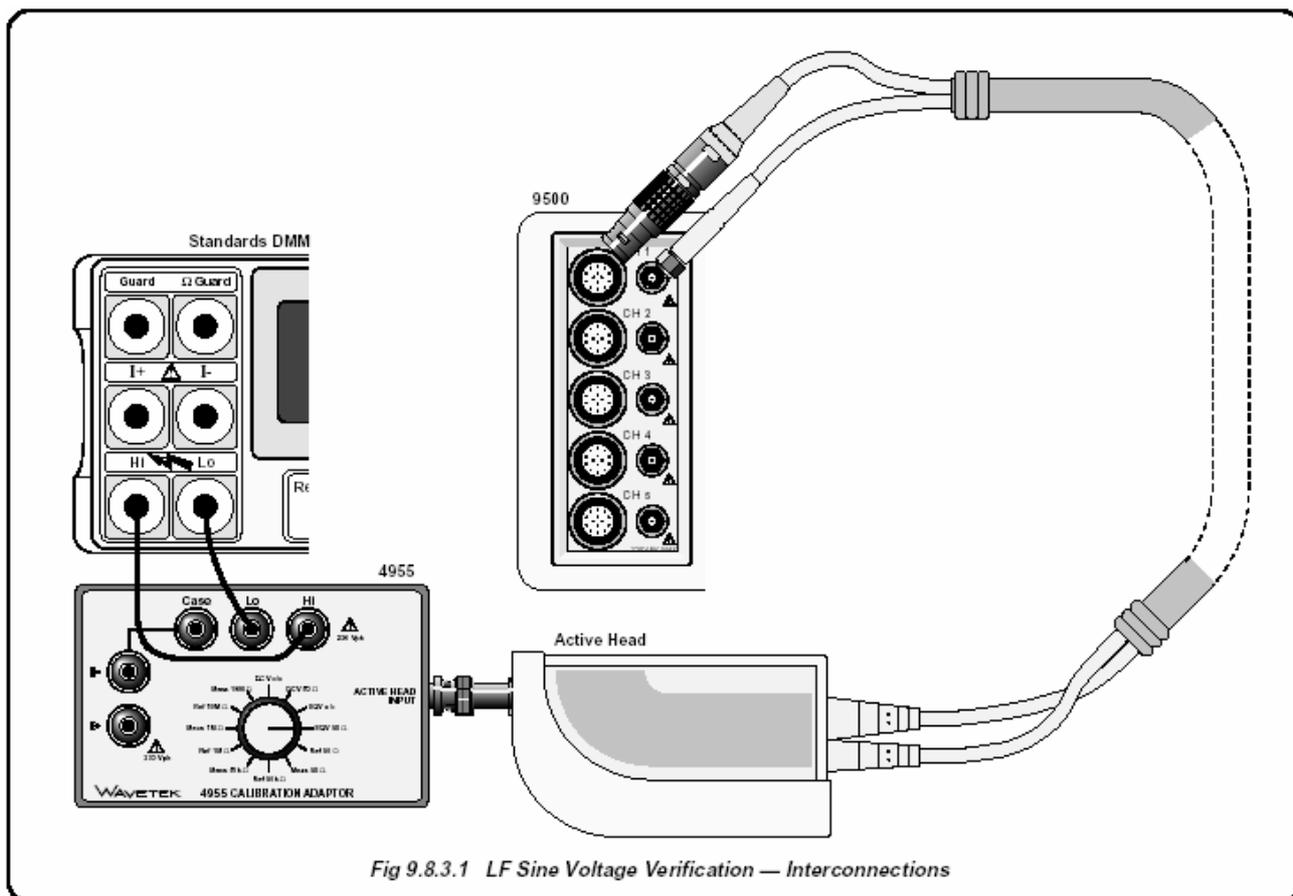

Рис. 9.8.3.1. Поверка функции низкочастотного синусоидального сигнала (LF Sine) - межсоединения
Обратитесь к *Рис. 9.8.3.1*.
1. **Соединения** Убедитесь, что калибратор 9500В подсоединен в соответствии с *Рис. 9.8.3.1* или через аналогичный BNC-4мм адаптер, и что оба прибора включены и прогреты.